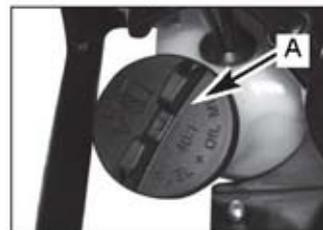

Рис. 12A
1. Полностью снимите крышку (A) с топливного бака (B), чтобы иметь возможность извлечь из него топливный фильтр (D). Чтобы вынуть фильтр из бака, используйте крючок (C) из проволоки. (Рис. 12A, 12B и 12C)